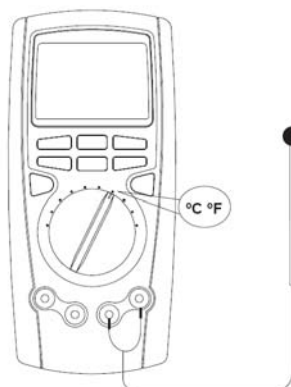

Figura 10. Masurarea temperaturii
Pentru masurarea temperaturii, setati Multimetrul ca si in figura 10 si procedati dupa cum urmeaza:
- Introduceti sonda de temperatura in multimetru ca si in figura 10.